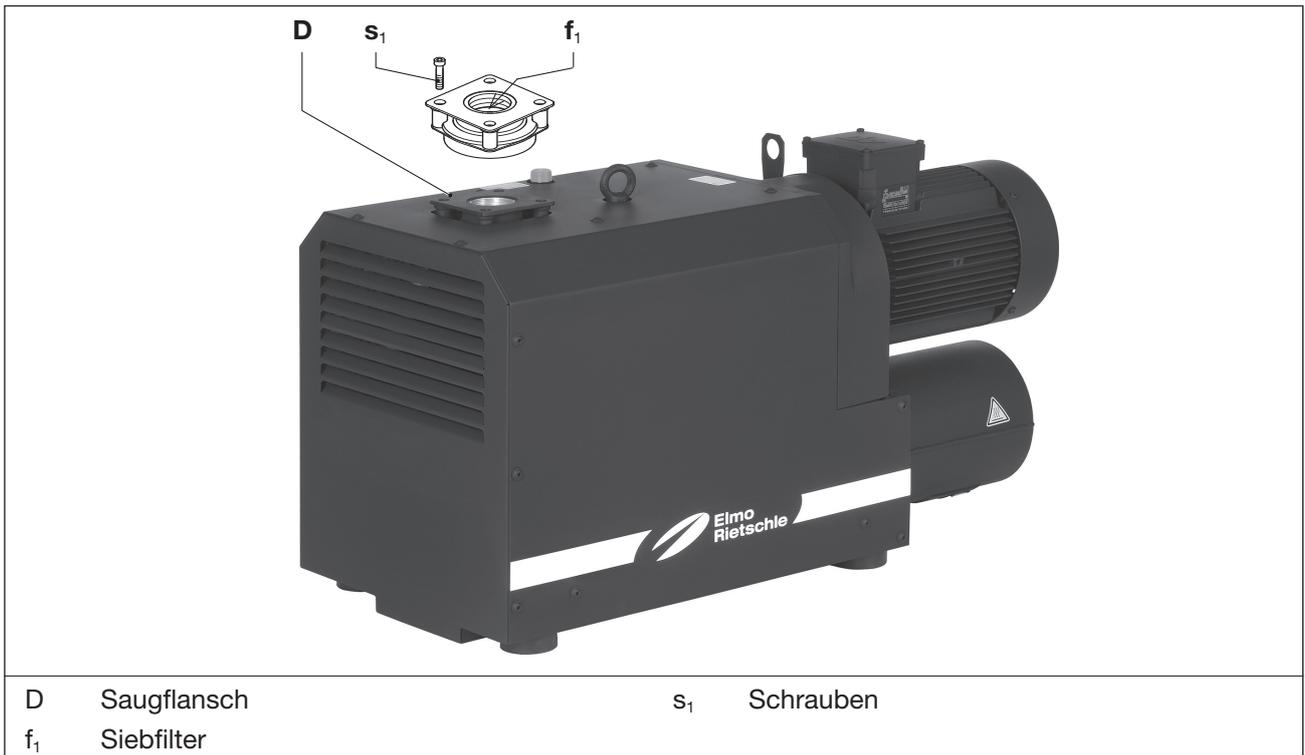

Abb. 6 Siebfilter
- Saugflansch (Abb. 6/D) nach Lösen der Schrauben (Abb. 6/s₁) abnehmen.
- Siebfilter (Abb. 6/f₁) reinigen. Überprüfen Sie auch den Ventilsitz auf Verunreinigungen.
- Saugflansch (Abb. 6/D) wieder montieren und Schrauben (Abb. 6/s₁) anziehen.